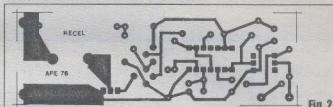

Fig. 2
- FIG. 2 - LAY OUT DO CIRCUITO IMPRESSO ESPECÍFICO - A placa (vista pela face cobreada, em tamanho